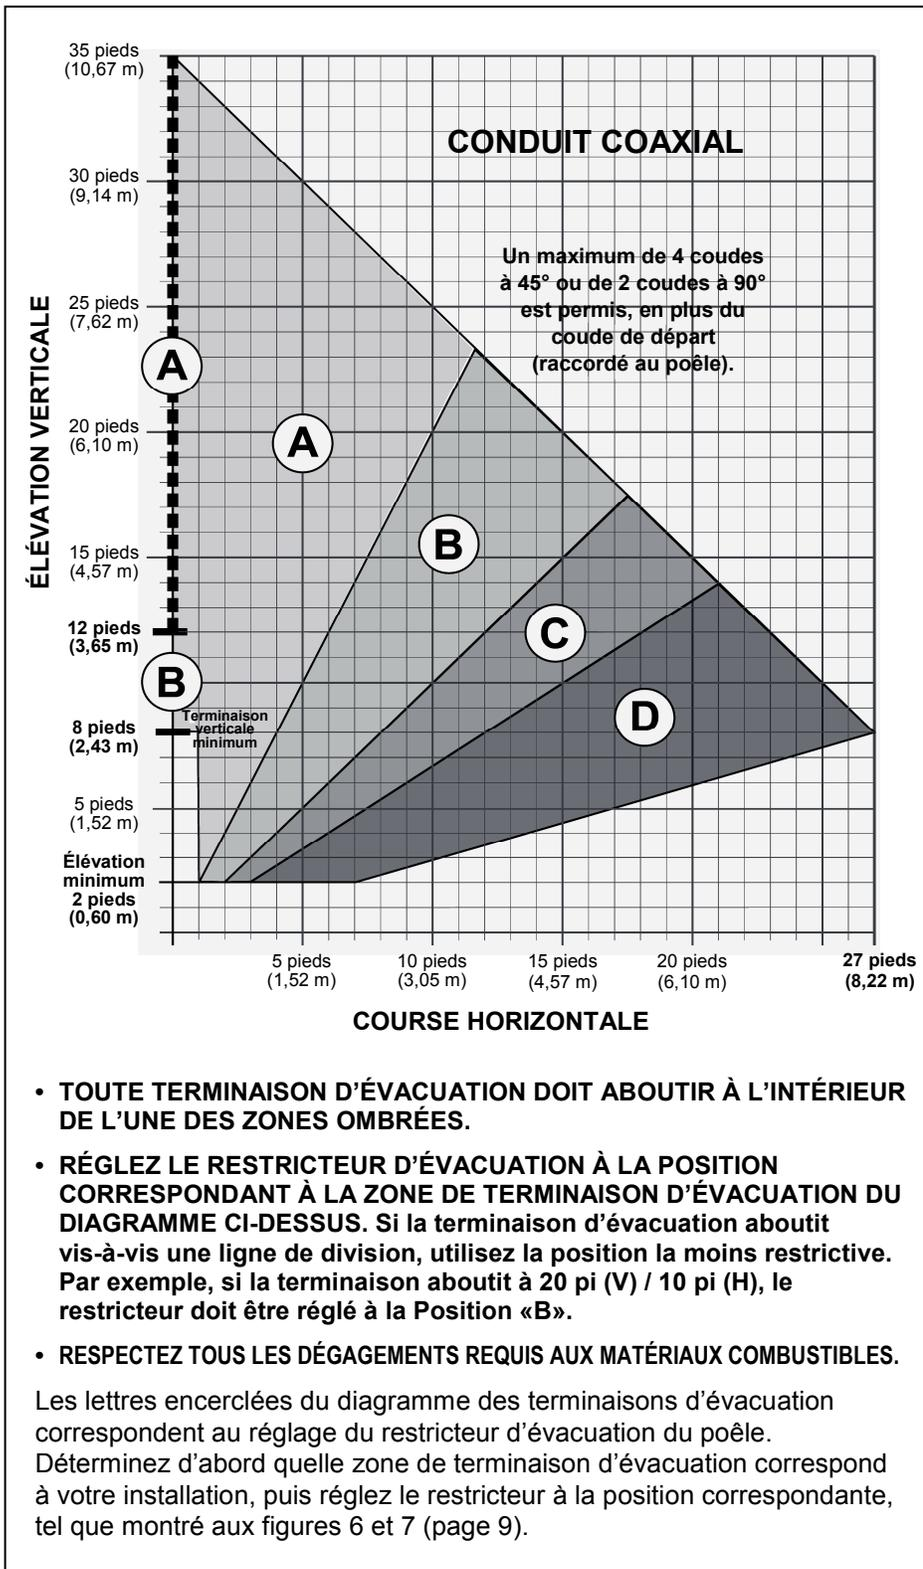

Figure 9. Diagramme des terminaisons d'évacuation pour conduits coaxiaux (Gaz naturel)
- Toute terminaison horizontale doit se situer à l'intérieur de la portion ombrée du diagramme des terminaisons d'évacuation de la figure 9 ou 11. Pour les terminaisons en tuba (*Snorkel*), voir ci-dessous.